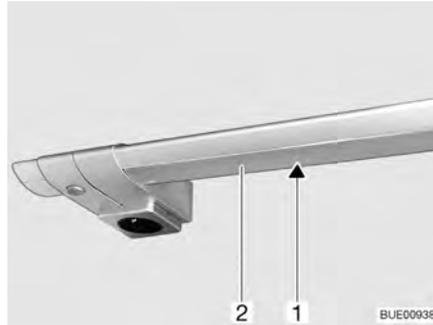

Bild 212 Kochstellenleuchte
- Abdeckung (Bild 212,2) mit beiden Händen leicht zusammendrücken und nach unten ziehen. Mit dem Herausziehen immer ganz links oder ganz rechts beginnen.
- Halogenglühlampe (Bild 212,1) entfernen.